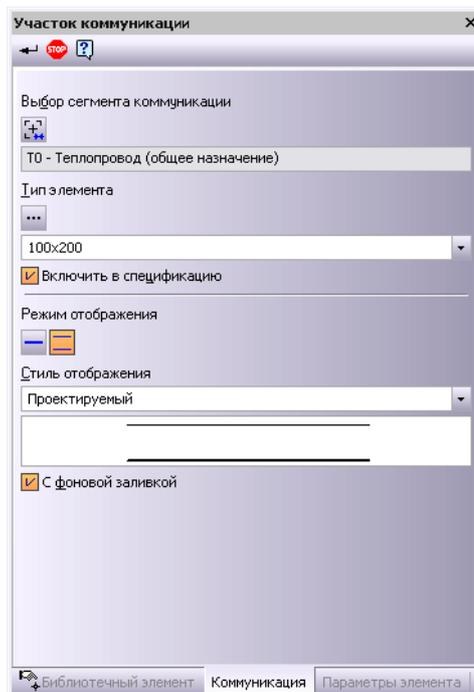

Рис. 2.17 Вкладка **Коммуникация** при редактировании участка коммуникации
3. На вкладке **Коммуникация** (Рис. 2.17) выберите **Тип элемента**, нажав кнопку **...**.